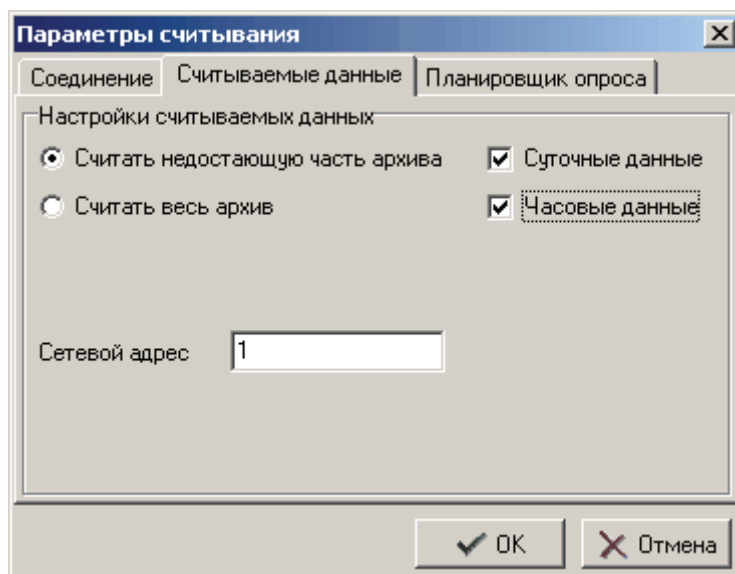

Рисунок 3.22
- Закладка **Считываемые данные** (рисунок 3.22) позволяет определить, какие данные необходимо считать (ниже приведены параметры для создания соединения через модем):